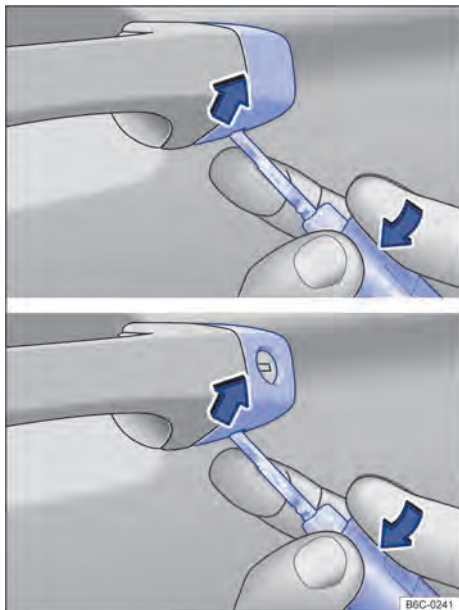

Fig. 53 Manilla la puerta del conductor: desacoplar la caperuza.
- Levantar la caperuza con la llave del vehículo en el sentido de la flecha → fig. 53.